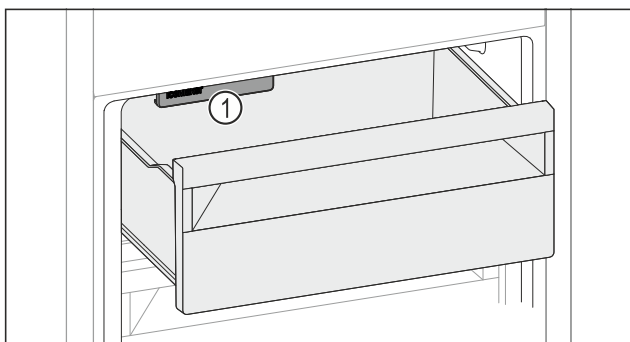

Fig. 144
- ▶ Dávejte pozor na IceMaker Fig. 144 (1).